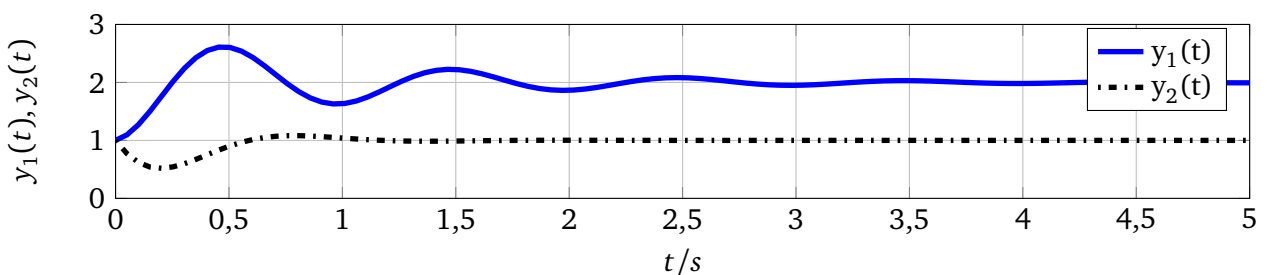

Abbildung 2.1: Sprungantworten
1. Schreiben Sie einen MATLAB-Code, der die Sprungantworten in ein Figure gemäß Abbildung 2.1 plottet. Berücksichtigen Sie dabei die Anordnung, Linienart und -stärke (Stärke = 2), Beschriftung und die Legende. Die Achsenskalierung kann vernachlässigt werden. Die Funktionen lauten: